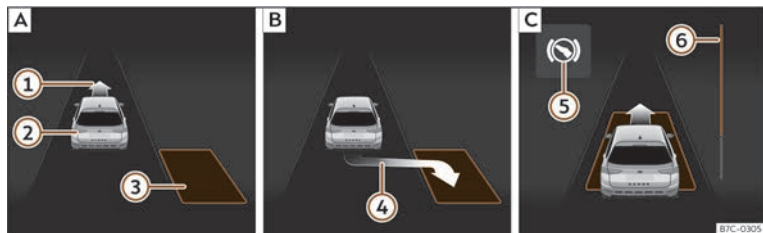
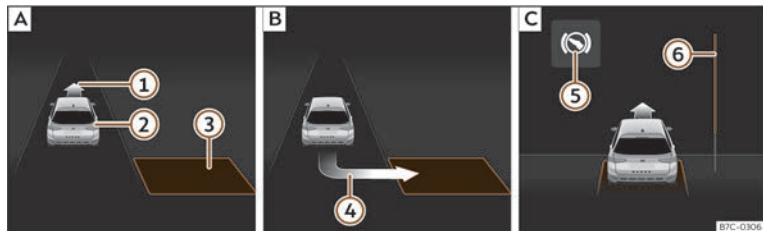

Fig. 134 Na pantalla do cadro de instrumentos: aparcar en liña. [A]: Buscar un oco de estacionamento. [B]: Posición para aparcar. [C]: Manobrar.
Fig. 135 Na pantalla do cadro de instrumentos: aparcar en batería. [A]: Buscar un oco de estacionamento. [B]: Posición para aparcar. [C]: Manobrar.
aparcar >>> **fig. 134 [B]** ou >>> **fig. 135 [B]**. O espazo considerárase “axeitado” se na pantalla do cadro de instrumentos aparece a indicación de aparcar ④.
- Retroceda ata que soe o sinal continuo do ParkPilot; **OU BEN:** retroceda ata que na pantalla do cadro de instrumentos apareza a indicación de dar marcha adiante >>> **fig. 134**  ou >>> **fig. 135** ; **OU BEN:** retroceda ata que na pantalla do cadro de instrumentos apareza a mensaxe **Park Assist finalizado**. A barra de progreso  indica a distancia que hai que percorrer.
- Vaia marcha adiante ata que soe o sinal continuo do ParkPilot; **OU BEN:** vaia marcha adiante ata que na pantalla do cadro de instrumentos apareza a indicación de dar marcha atrás. O sistema de aparcamento asistido dirixe o vehículo marcha adiante e marcha atrás ata centralo no espazo >>> **fig. 134**  ou >>> **fig. 135** .
A barra de progreso >>> **fig. 134**  e >>> **fig. 135**  amosa simbolicamente na pantalla do cadro de instrumentos a distancia relativa que aínda queda por percorrer. Canto maior sexa a distancia, máis chea está a barra de progreso. Ao circular marcha adiante, o contido da barra de progreso diminúe cara arriba e, ao circular marcha atrás, diminúe cara abaixo.